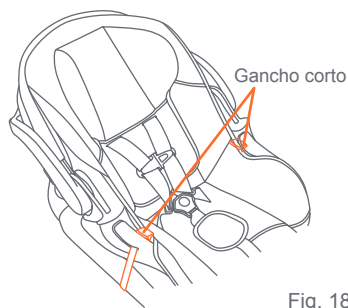

Fig. 18c
• Verifique que la sillita para el automóvil esté firmemente trabada en la bandeja para niños, luego fije la sillita infantil para el automóvil con el gancho corto metiéndolo en la ranura y guía ubicada en la sillita infantil para el automóvil (Fig. 18c).